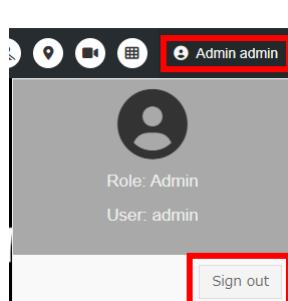

図 3-6 ログアウト操作
- ◀ Zao Cloud View を終了する前に画面右上からログアウトしてください(図 3-6)。ログアウトせず終了すると、時間を置かずに Zao Cloud View を起動した場合に、タイムアウト待ちでログインできない場合があります。その場合は、1 分間程度待って再度ログインしてください。